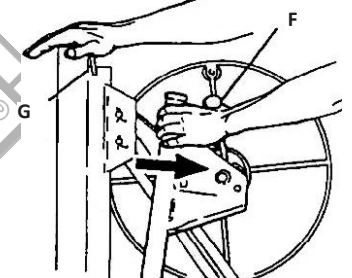

FIG. 4
- Placez votre main droite sur le dessus du cadre. Continuez à saisir le bras de frein si nécessaire pour éviter le jeu du câble (F) et tirez l'ensemble du treuil vers vous. (Figure 4)
- Lorsque le treuil est complètement déployé (loin du boîtier du cadre), relâchez le bras de frein et faites pivoter le crochet de retenue (G) de manière à ce qu'il ne fixe plus les sections télescopiques à l'intérieur du boîtier du cadre.